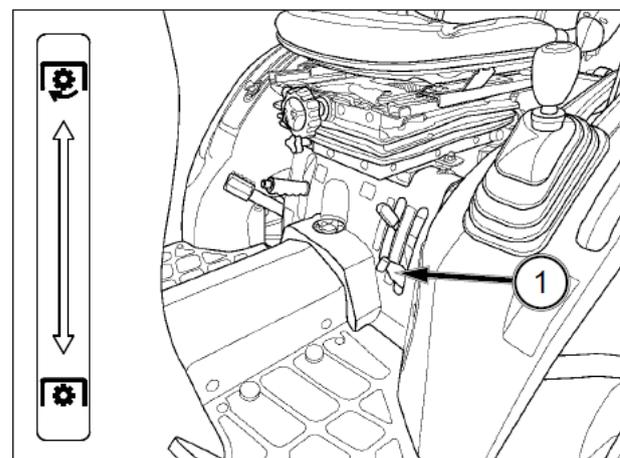

FIG. 62
FIG. 62: La TDF trasera se acopla y se desacopla mediante la palanca (1). Cuando la palanca está en la posición inferior, la TDF trasera está desacoplada. Cuando la palanca está en la posición elevada, la TDF trasera está acoplada.